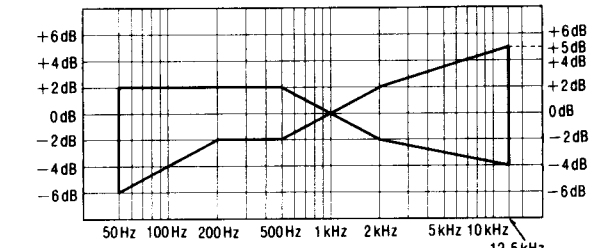

Fig. 8
6. Après cela, amplifier le signal enregistré sur la bande vierge CrO₂ (QZZCRX) et la bande vierge métallisée (QZZCRZ) jusqu'à 12,5kHz et régler de la même manière que celle mentionnée ci-dessus. Puis, vérifier que le niveau de fréquence soit en deçà de la plage montrée à la Fig. 8.